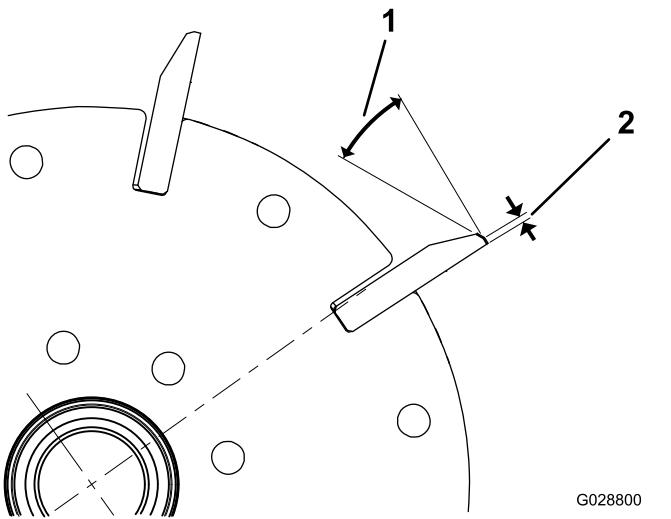

Bild 34
1. Tragen Sie einen Nachschliff von 30 Grad auf alle Messerspindeln auf, bis die Kante 1,3 mm breit ist (**Bild 34**).